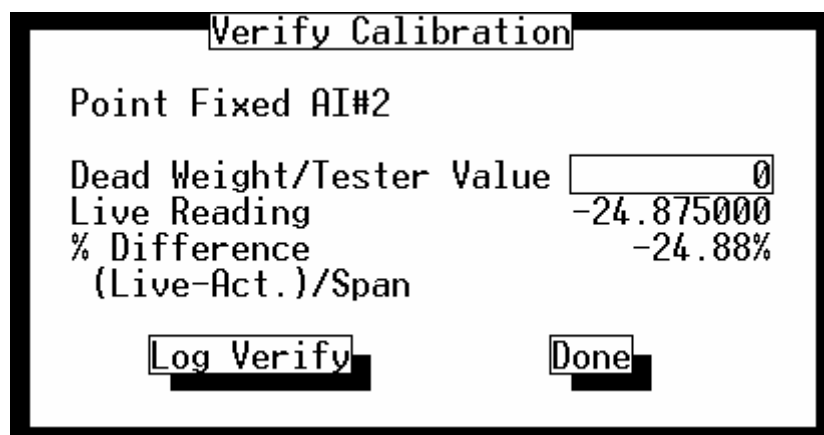

Figura 3-9. Registro de Verificação de Calibragem
6. Se a medida foi calibrada antes, você deve verificar a calibragem (isso também pode ser feito imediatamente após desempenhar a calibragem). Pressione o botão **Verificar** para proceder com a verificação dos dados de calibragem. Observe a figura 3-9 e a Seção 3.3.3, Verificando a Calibragem Atual, na página 3-11. Ou, pule o Passo 10 para iniciar a calibragem.